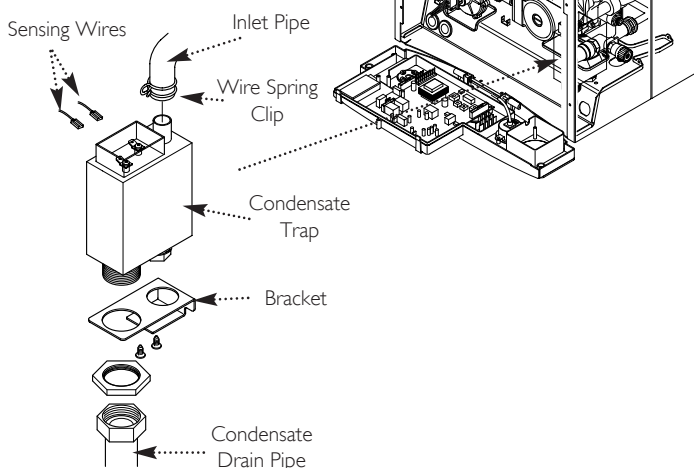

Fig. 77
14.16 Condensate Trap (Fig. 77)